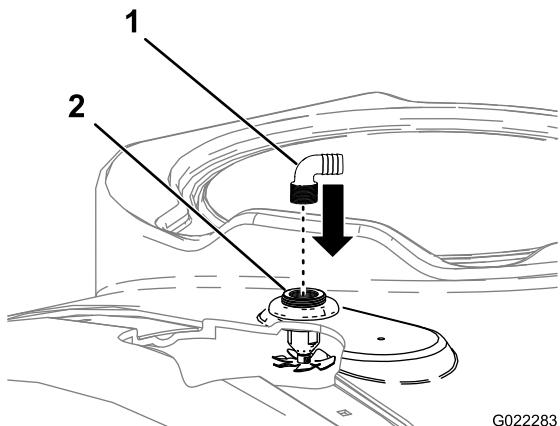

Figura 9
- Instale los 2 conectores de manguera en los orificios roscados de los pasamuros de las boquillas de enjuague (Figura 9).